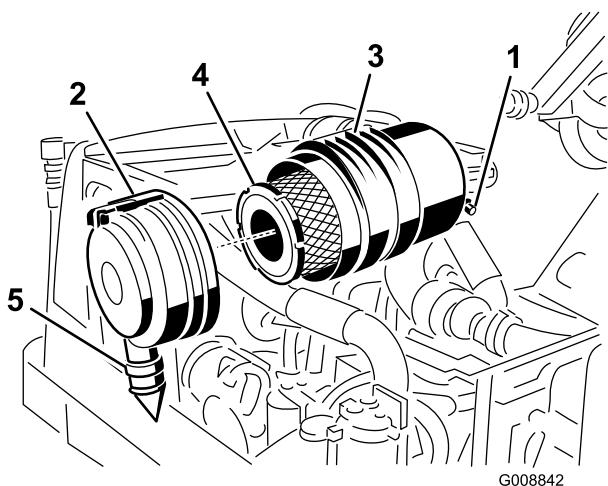

図 57
エアクリーナのフィルタの整備は、インジケータ（図 57）が赤色になってから行ってください。早めに整備を行っても意味がありません。むしろフィルタを外したときにエンジン内部に異物を入れてしまう危険が大きくなります。
- ラッチを引いて外し、カバーを左にひねってボディーからはずす（図 57）。
- 主フィルタを外す（図 57）。エレメントを洗って再使用しないこと。洗浄によってフィルタの濾紙を破損させる恐れがある。新しい
3. 主フィルタを交換する（図 57）。
6. ゴム製のアウトレットバルブ（図 57）が下向き（後ろから見たとき、時計の5:00と7:00